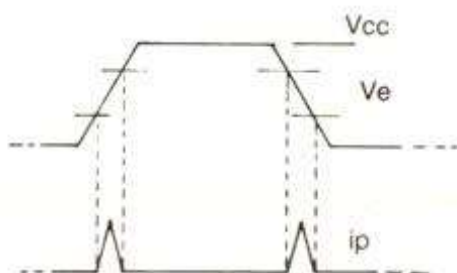

FIGURE 5. - Consommation de courant pendant les transitions.
- Pratiquement, la consommation des C-MOS n'apparaît qu'en régime dynamique, au moment de la transition de la tension de grille de 0 à 1. En effet, lorsque cette tension est de l'ordre de 1/2 Vcc, les deux transistors tendent à conduire en même temps. Voir figure 5. Plus il y a de commutations et plus il y a de consommation : celle-ci est donc proportionnelle à la fréquence des signaux transmis.